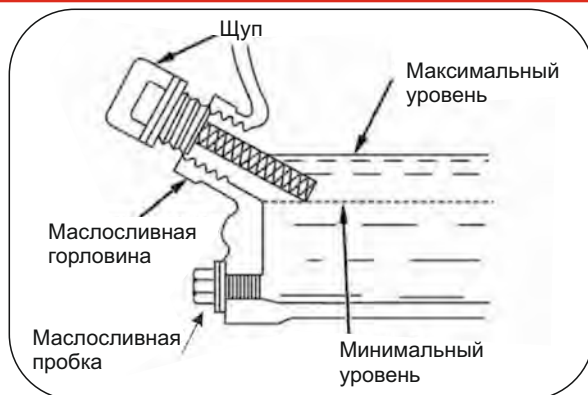

Рис. 8
Поддерживайте уровень масла между максимальным и минимальным уровнем (рис.8)
- Залейте необходимое количество масла в картер двигателя (рис.8).
- Извлеките масляный щуп, проверьте уровень масла, при низком уровне – долейте масло до нужного уровня по меткам на щупе (рис.8) При высоком уровне – слейте лишнее масло, отвернув маслосливную пробку картера двигателя.